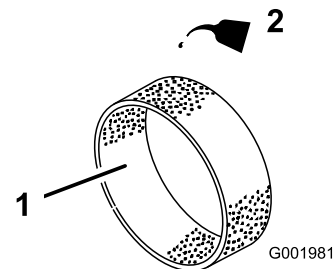

Figura 41
4. Ponga 30–59 ml de aceite en el elemento (Figura 41).